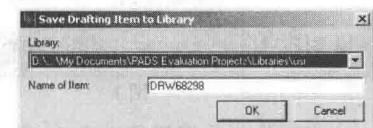

图6
⑥从库中取出。取出已保存到库中图形或图形组合。
⑦保存到库中。点击按钮，再点对象，在弹出的对话框(图6)中可更改对象名称和存入的文件夹。确定后此图形作为一个图件保存。在图6中，项目名称是系统自动产生的。